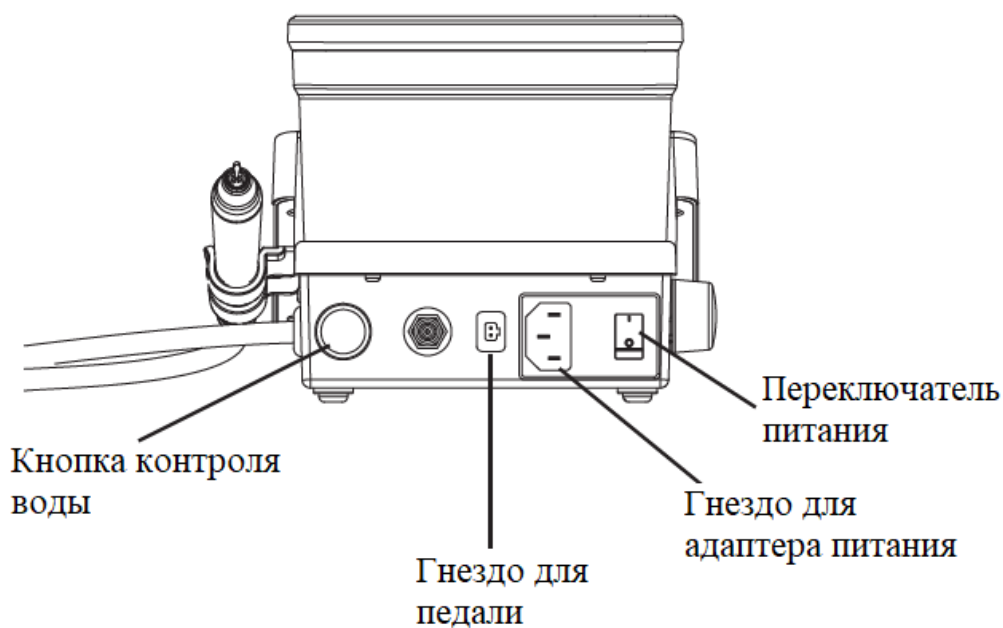

Рисунок 2
2.1.3 Вставьте вилку ножного переключателя в розетку. (см. рисунок 2)
2.1.4 Подсоедините один конец водопровода к входу воды, а другой конец к источнику чистой воды. (см. рисунок 2)